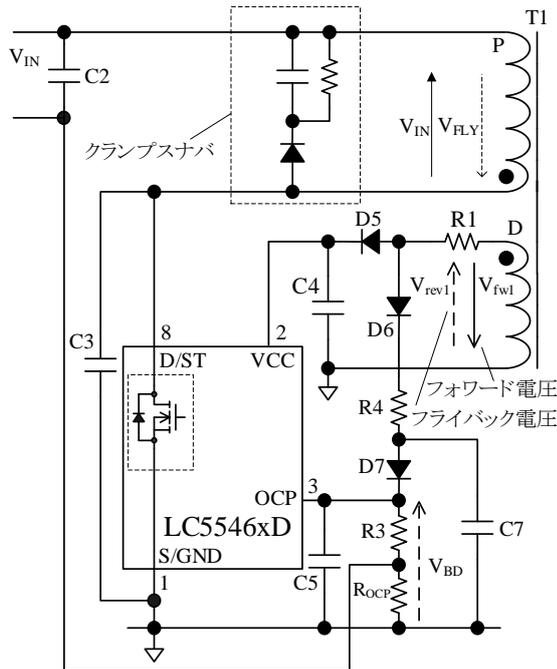
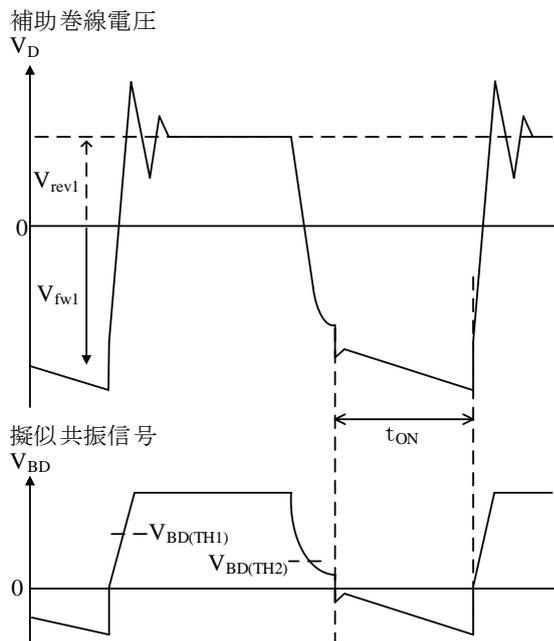

図 9-14 OCP 端子周辺回路
図 9-15 補助巻線電圧
図 9-14 に OCP 端子周辺回路、図 9-15 に補助巻線電圧波形を示します。本 IC は、 $V_{DS}$  波形に同期した補助巻線電圧を、遅延回路（図 9-14 の D6、R4、C7、D7）を経由して OCP 端子で検出し、ボトムオン動作させます。この遅延回路で、 $V_{DS}$  電圧波形の自由振動開始から、パワーMOSFET をターンオンさせるまでの時間（遅延時間  $t_{ONDLY}$ ）を調整します。フライバック期間（パワーMOSFET がオフの期間）は、補助巻線電圧から遅延回路を経由して、OCP 端子にプラス電圧を供給します（擬似共振信号  $V_{BD}$ ）。
- 図 9-14 の C5 を IC のできるだけ近くに配置し、OCP 端子と S/GND 端子の間に最短で接続する。